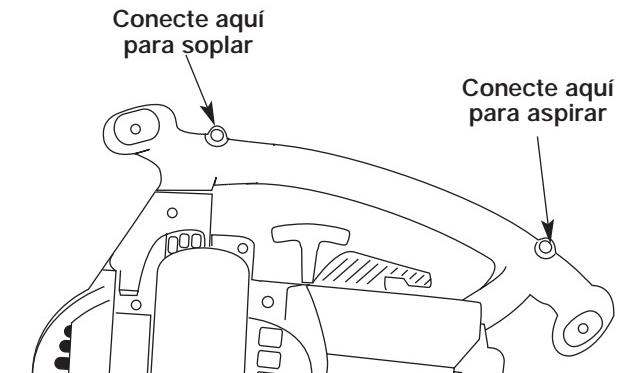

Fig. 8
3. Encage la abrazadera en los herrajes de soporte en la parte anterior o posterior de la manija. Abróchela a la parte anterior de la manija al usar la unidad como un soplador, y abróchela a la parte posterior de la manija al usar la unidad como una aspiradora (Fig. 8).